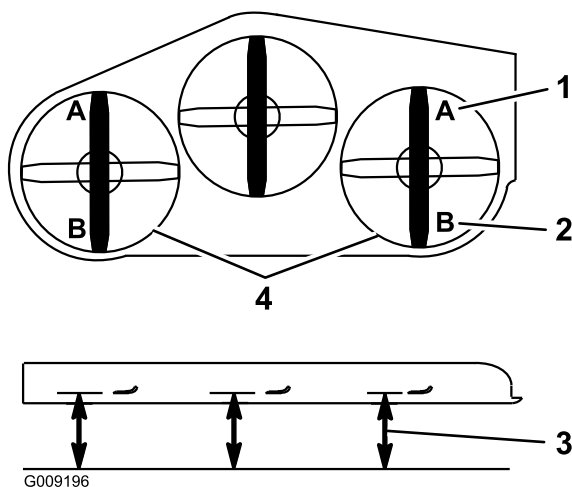

Figura 72
- En ambos lados de la carcasa, mida desde la superficie nivelada hasta la punta delantera de la cuchilla (Posición A). La medida debe ser de 7.6 cm (3 pulg.) (Figura 72).
15. En ambos lados de la carcasa, mida desde la superficie nivelada hasta la punta trasera de la cuchilla (Posición B). La medida debe ser de 8.3 cm (3-1/4 pulg.) (Figura 72).